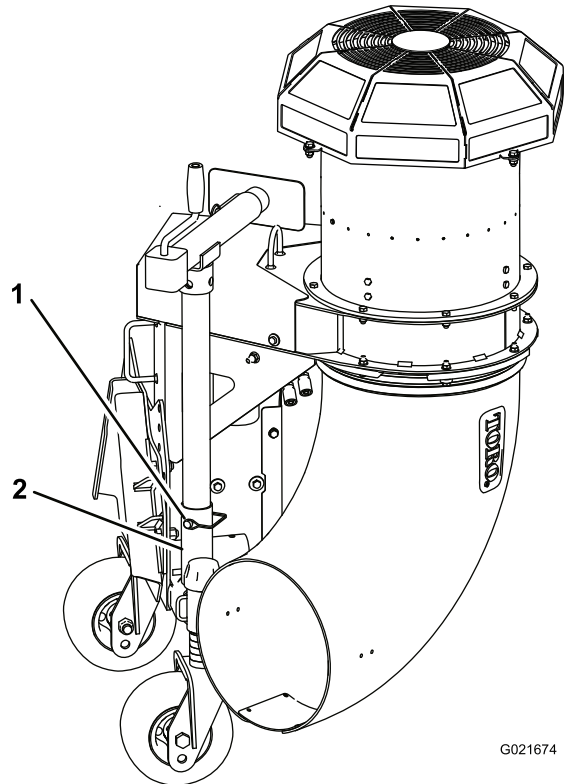

Figura 5
5. Retire el pasador de alambre que sujeta el tubo del gato fijo al tubo de almacenamiento (Figura 5). Retire el gato de la posición de almacenamiento.